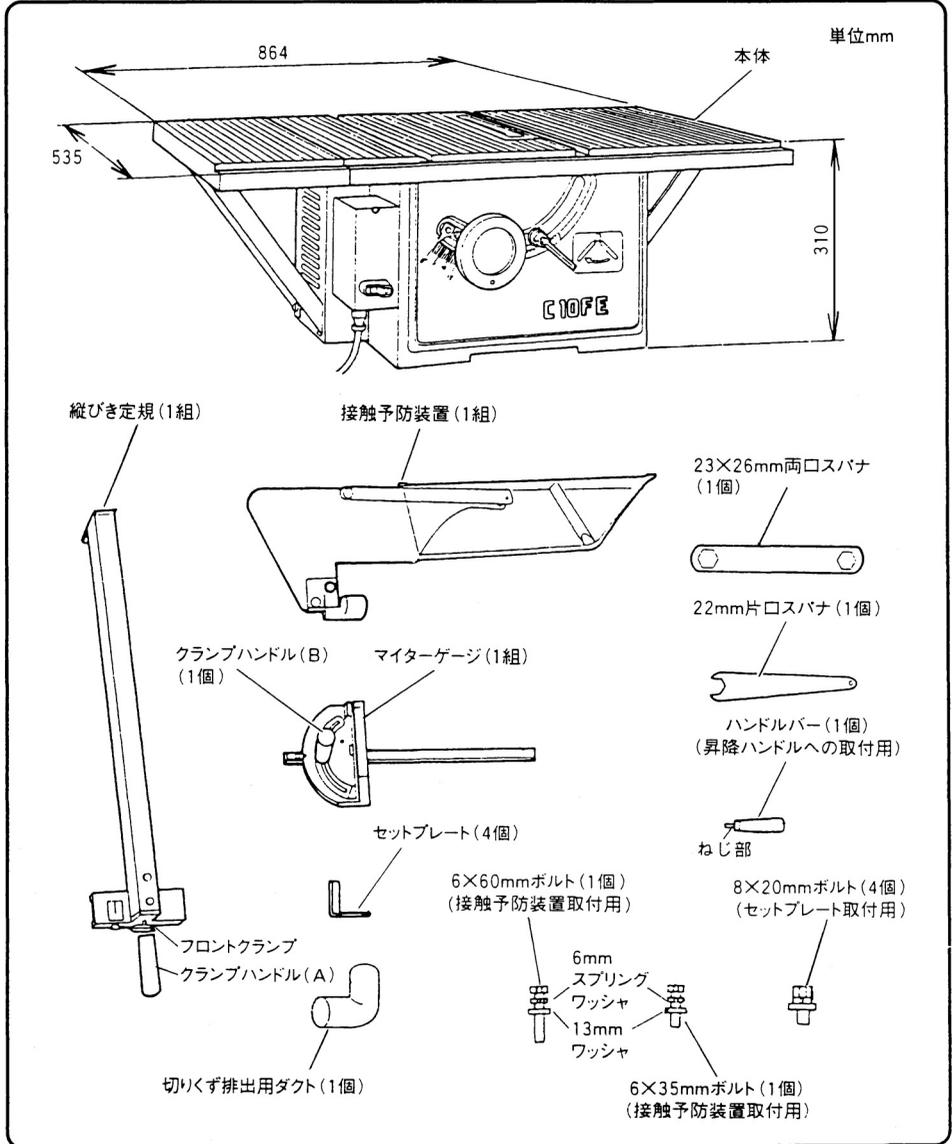

図 7
段ボール箱から部品を取り出し、図7のようにそろっていることを確認してください。
- (1) 付属 (図7参照) のハンドルバーのねじ部を、昇降ハンドルに突当たるまでねじ込みます。
- (2) お手持ちの14mmスパナでハンドルバーのナット部を十分に締付けます。
- ② 昇降ハンドルを右にまわし、のこ刃をテーブル上面から70mmの位置に上昇させます。
- ③ 付属の6×35mmボルトと6×60mmボルトに6mmスプリングワッシャと13mmワッシャをそれぞれ入れます。(図7参照)